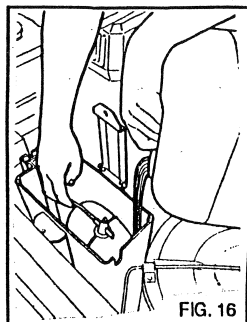

FIG. 16
- 4) Verser dans le bac environ 3 litres d'antigel (fig. 16).